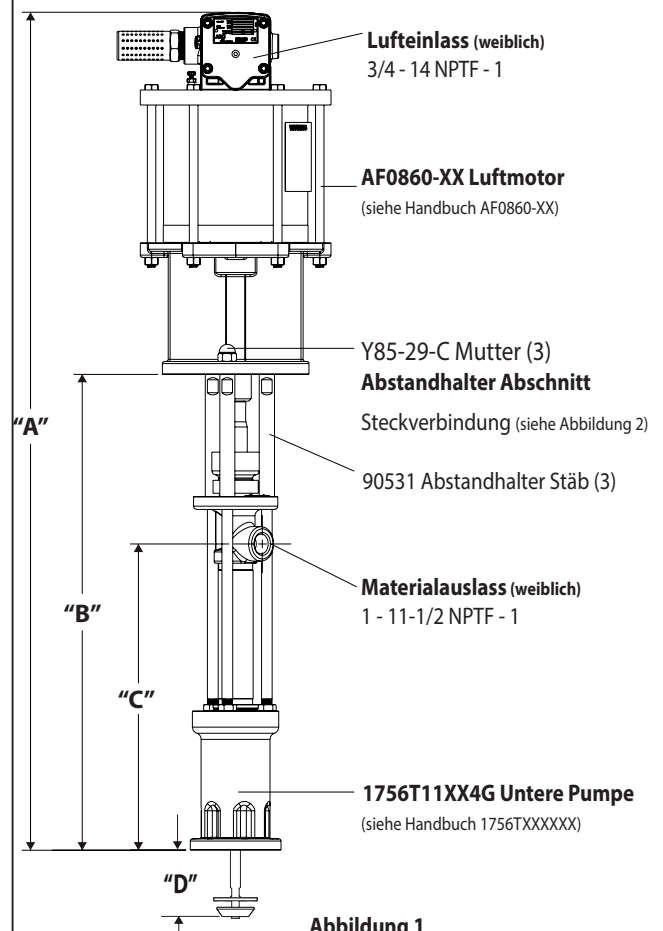

Abbildung 1
- Die drei (Y85-29-C) Muttern an den drei (90531) Abstandshalterstangen entfernen (siehe Abbildung 1).